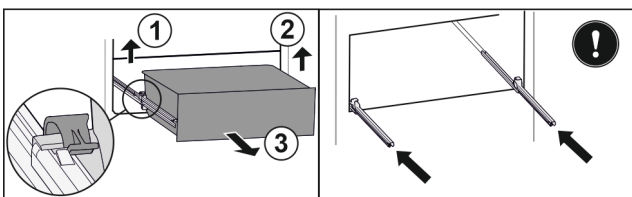

Fig. 116
- ▶ Linker klem optillen en gelijktijdig lade links naar voren trekken. Fig. 116 (1)
- ▶ Rechter klem optillen en gelijktijdig lade rechts naar voren trekken. Fig. 116 (2)
- ▶ Lade naar voren toe verwijderen. Fig. 116 (3)